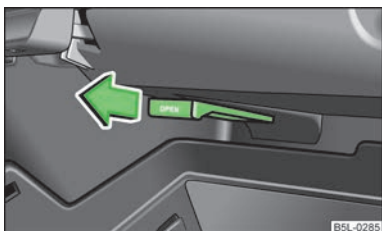

Fig. 72
- Admisia aerului se deschide trăgând maneta în sensul indicat de săgeată » fig. 72.